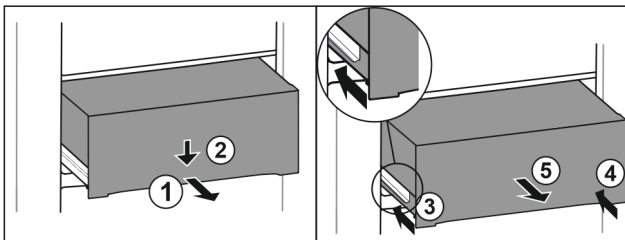

Fig. 133
- ▶ Изтеглете чекмеджето наполовина. *Fig. 133 (1)*
- ▶ Натиснете надолу чекмеджето от предната страна. *Fig. 133 (2)*
- ▶ Вкарайте лявата релса приблизително 2 см навътре. *Fig. 133 (3)*
- ▶ Вкарайте дясната релса приблизително 2 см навътре. *Fig. 133 (4)*
- ▶ Извадете чекмеджето напред. *Fig. 133 (5)*